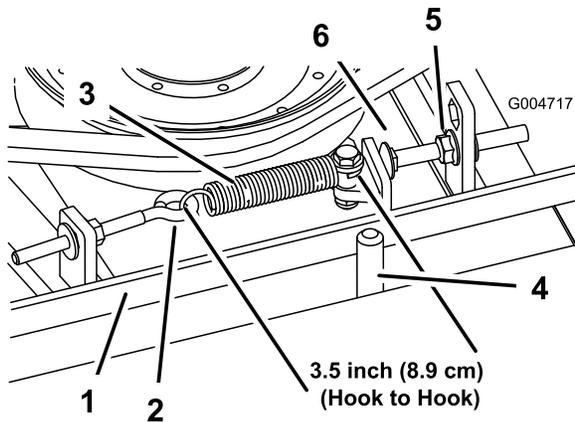

Figure 99
Lorsque le ressort d'extension est correctement tendu, l'intérieur doit mesurer (d'un crochet à l'autre) entre 8,3 et 9,5 cm. Lorsque le ressort est correctement tendu, ajustez le boulon de butée (boulon de carrosserie) jusqu'à obtention d'un jeu d'environ 2 à 5 mm entre la tête du boulon et le bras de tension (Figure 99).
**Remarque:** La courroie doit être placée du côté ressort du guide (Figure 99).
- Desserrez le boulon à œil pour pouvoir enlever le ressort d'extension (Figure 99).
- Desserrez l'écrou à embase qui fixe le boulon de butée à la patte de montage, et écartez la poulie de tension de la courroie pour détendre cette dernière (Figure 99).
- Raccrochez le ressort d'extension (Figure 99) au boulon à œil et tendez la courroie comme suit :